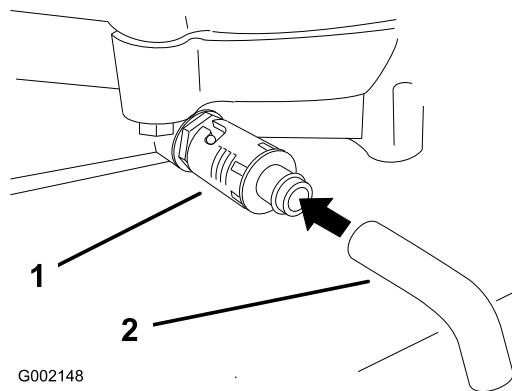

Bild 20
4. Stellen Sie eine Auffangwanne unter den Ablass. Drehen Sie das Ölabblassventil, damit das Öl herauslaufen kann (Bild 20).